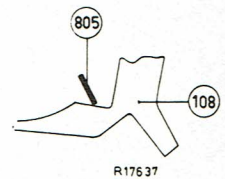

Fig. 6
15. L'équerre 805 doit alors être ajustée de façon à ce que le côté de celle-ci s'appuie contre la partie oblique de l'équerre 108 (voir fig. 6).